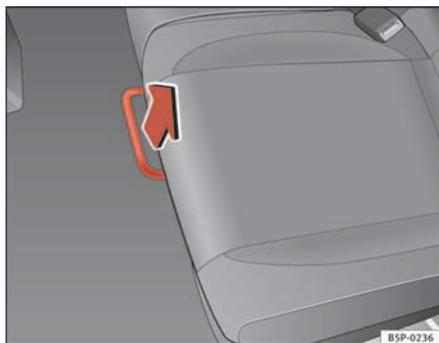

Fig. 96 Barra de desbloqueo del asiento posterior
- En la posición sentado, desbloquee la palanca en el sentido de la flecha ⇒ fig. 96.